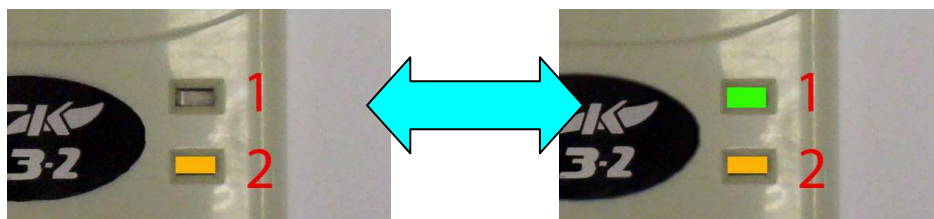

Рисунок 18.1. Индикаторы сигнализатора СЗ-2. Режим прогрева. Индикатор 1 мигает зеленым цветом. Клапан закрыт.
6.5 Далее индикатор 2 загорается желтым светом, если клапан закрыт, или зеленым если клапан открыт. Индикатор 1 моргает зеленым с частотой 1 Гц. цветом в течении 3 минут (см. рисунок 18.1 и рисунок 18.2 ).